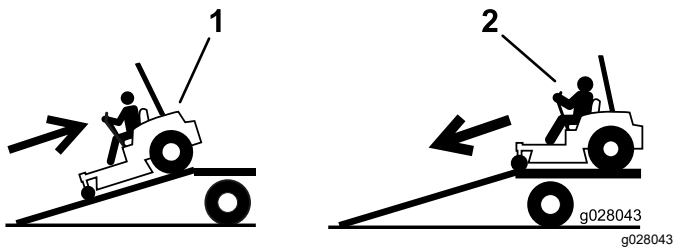

Figure 39
4. Montez la rampe en marche arrière (Figure 39).